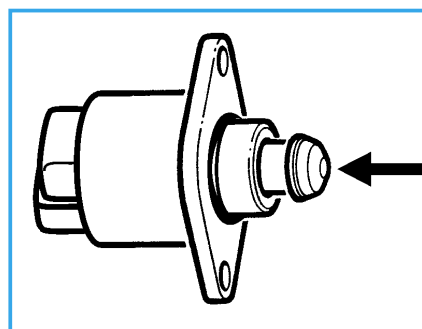

Fig. 3 Motore a passo
Avvertenze: Il cono di regolazione (freccia), fig. 3 del motore a passo non deve essere estratto dal corpo o dall'asta filettata, pericolo di danneggiamento.
- Con il pollice esercitare una leggera pressione assiale sulla punta del cono di regolazione (freccia) fig. 3 e poi disinserire l'accensione.